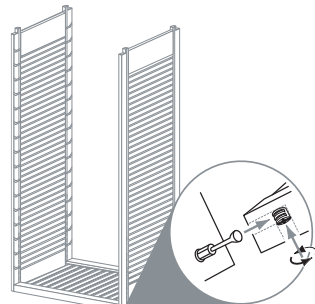

FIG. 3.3
4. Fije el estante (C) a los lados de la torre con las tuercas de leva hacia el suelo. (Fig. 3.3)